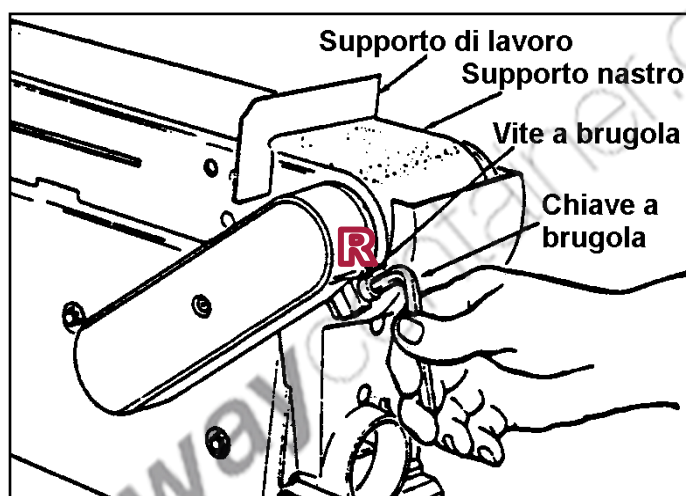

Figura 23 – Vite di bloccaggio telaio porta-nastro.
1. Allentare la vite di bloccaggio (R) del telaio porta-nastro, ruotandola in senso antiorario, come mostrato in Figura 23. A questo proposito, utilizzare una chiave a brugola (da 6 mm).